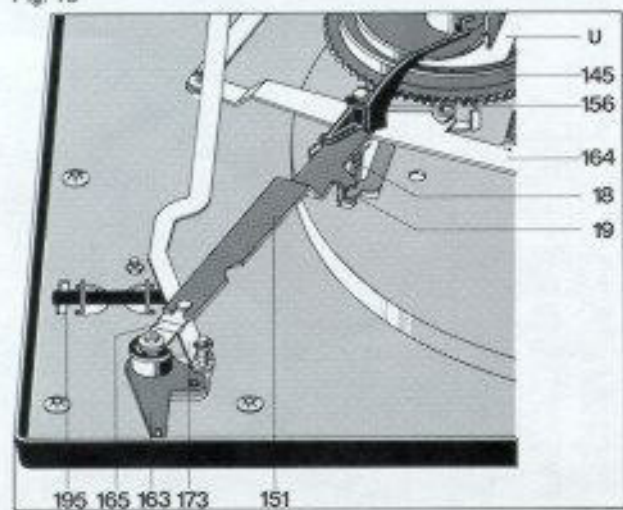

Fig. 14
In Nullstellung des Kurvenrades soll zwischen Kontaktfedern (F) und Kurzschlußleisten (L) ein Kontaktabstand von ca. 0,5 mm vorhanden sein. Erforderlichenfalls Kurzschlußleisten biegen, Kontaktfeder mit geeignetem Pflegemittel einsprühen (Fig. 14).